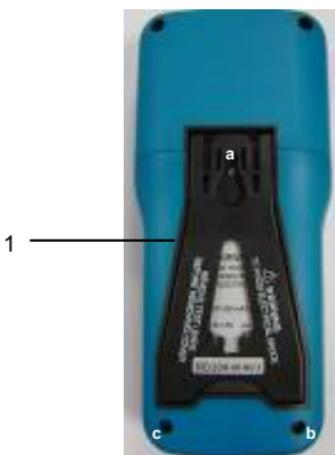

Abb. 6: Einsetzen der Batterien
1. Lösen Sie mit einem Schraubendreher die drei Schrauben a, b und c des Batteriefachdeckels (siehe 1 in Abb. 6 unten) auf der Geräterückseite.